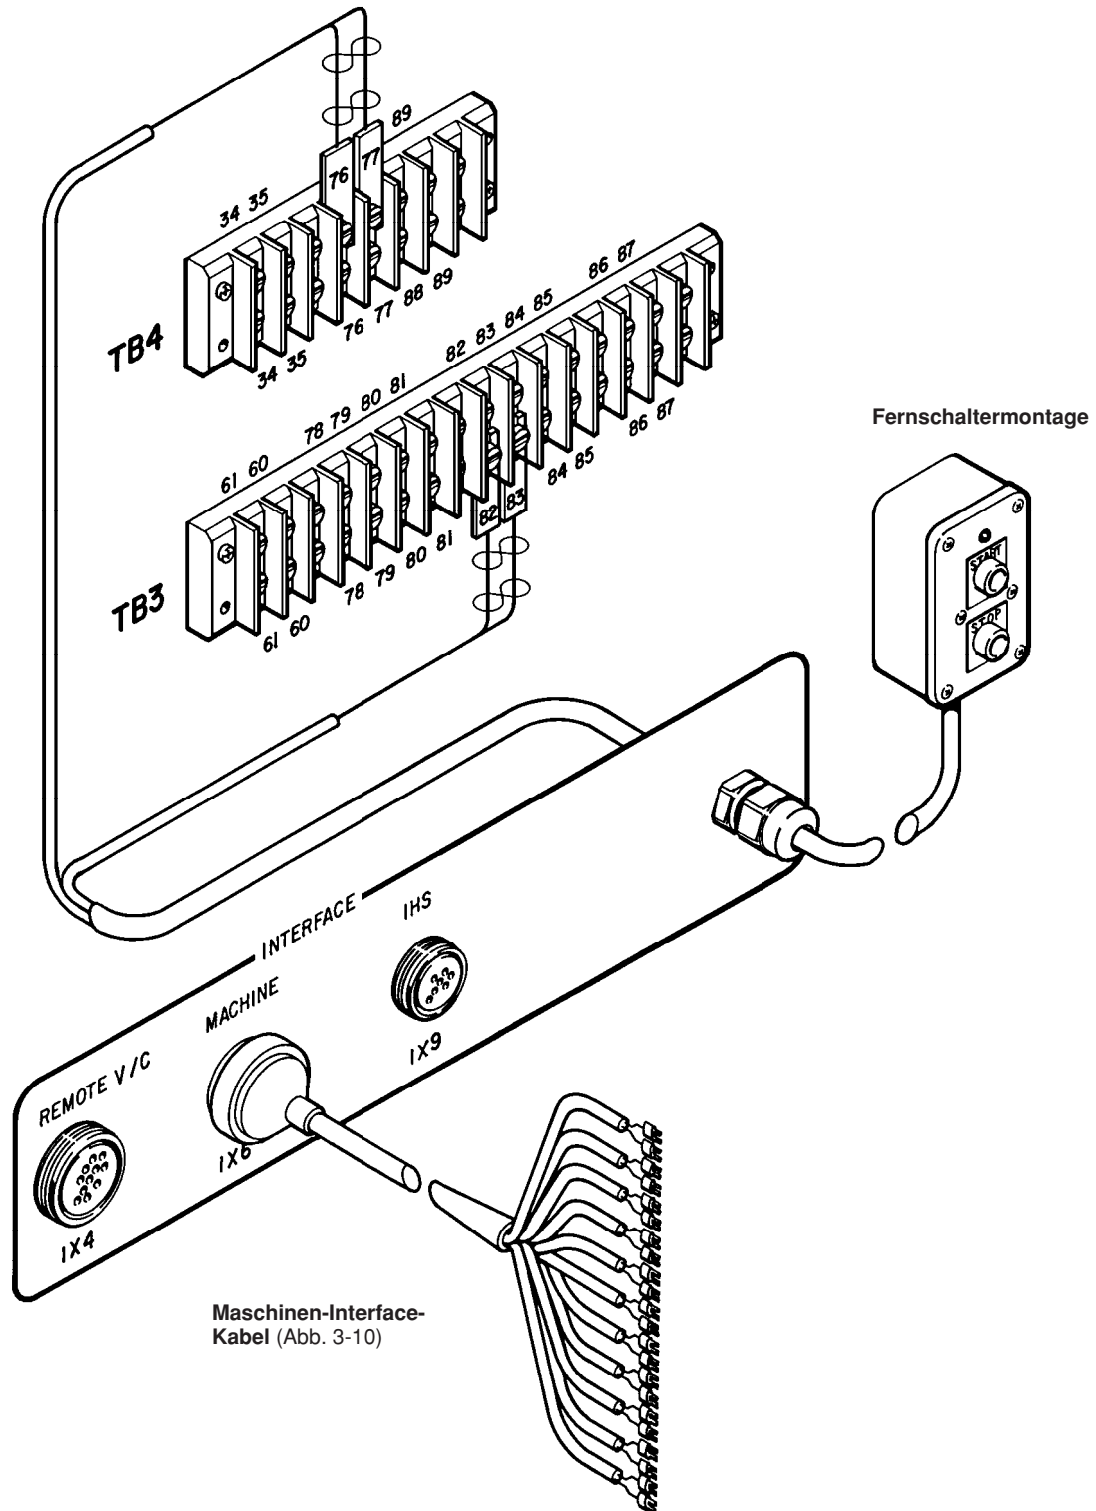

Abbildung 3-9 Maschinenbrennergerät-Verbindungsdiagramm ohne Brennerabstandssteuerungsoption
Das Installieren der MAX200 ohne die Brennerabstandsteuerungsoption erfordert, daß der Benutzer die MAX200 an die Schneidmaschine anschließt und den Fernschalter anschließt. Siehe Abb. 3-9 zur Verbindungsherstellung.
2. Das Fernschalterkabel durch die Durchführung hinten an der Stromquelle zuführen. Die Klemmenleisten TB3 und TB4 rechts an der hinteren Innenseite platzieren. Die Fernschalterkabelpaare wie folgt anschließen (siehe Abb. 3-9):